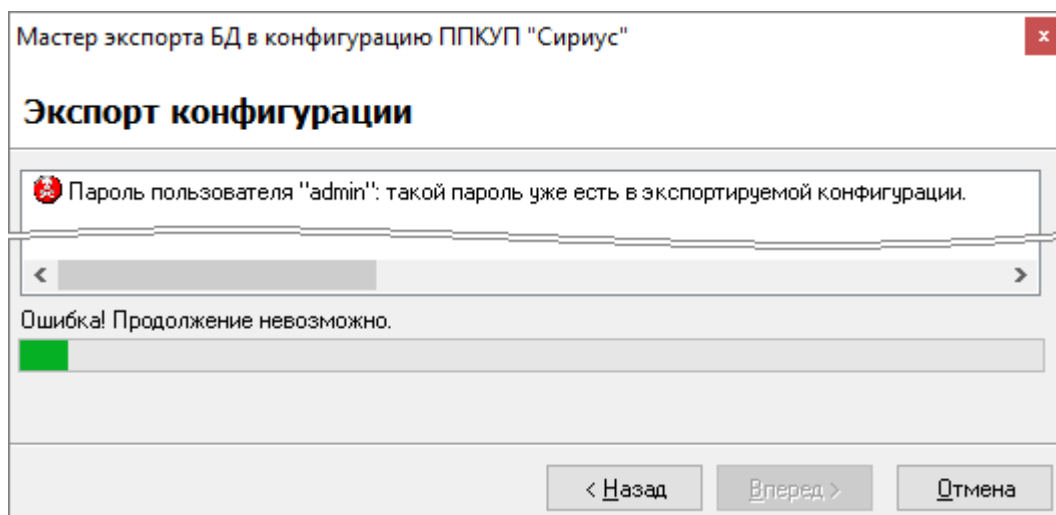

Рисунок 6-967 Мастер экспорта БД в конфигурацию ППКУП "Сириус", страница экспорта конфигурации, информация об ошибке
- если обнаружена ошибка, препятствующая экспорту конфигурации, то информация об ошибке отобразится в информационном поле (см. Рисунок 6-967). В этом случае прервите работу Мастера нажатием кнопки «Отмена», устраните указанную ошибку и повторите шаги экспорта конфигурации ППКУП «Сириус» заново (см. п. 6.4.2.2);